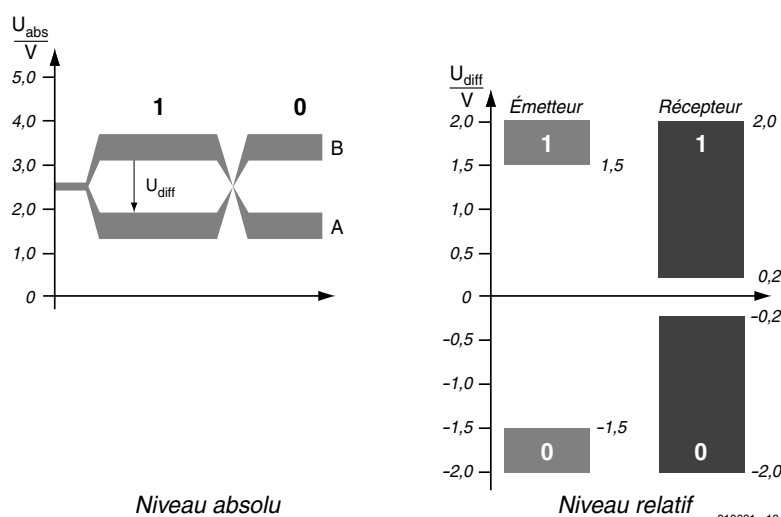

Figure 2. Niveau de bus en RS-485.
Un signal numérique appliqué à l'entrée est converti en un signal différentiel envoyé sur le bus. Un niveau haut (« 1 » logique) correspond à un signal différentiel positif ( $U_A > U_B$ ), un niveau bas (« 0 » logique) correspond lui, logiquement, à une tension différentielle négative ( $U_A < U_B$ ). En normes RS-485, les niveaux Haut (H) et Bas (L) sont équivalents. Ce mode de fonctionnement symétrique permet la transmission de flancs d'impulsions bien propres et des fréquences de bus allant jusqu'à 12 Mbits. L'un des inconvénients est la nécessité de disposer de l'entrée de validation pour l'activation et la désactivation de l'étage d'émission. Le chronodiagramme de la **figure 2** montre les niveaux de bus absolus l'un par rapport à l'autre. Les valeurs